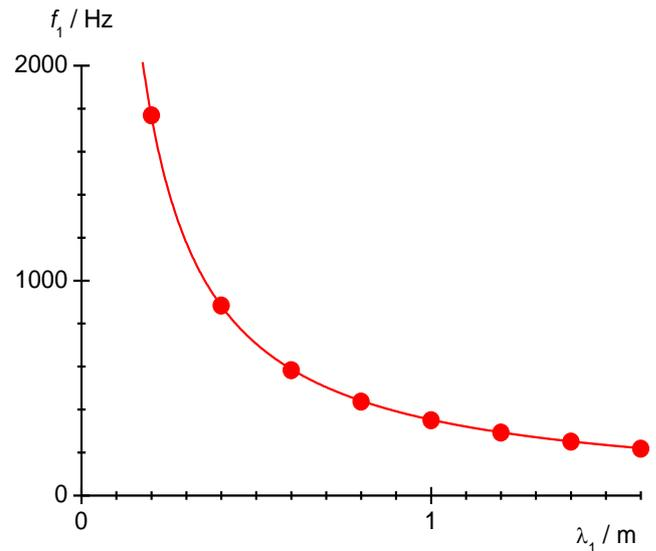

Fig. 4: Diagrama frequência-comprimento de onda para as oscilações básicas ( $n = 1$ ) com diferentes comprimentos  $L$ .
- Calcular os comprimentos de onda conforme equação (11) e anotar na Tab. 1.
- Representar as frequências de ressonância descobertas e os comprimentos de onda calculados (Tab. 2) em diagrama  $f-\lambda$ - (Fig. 4).